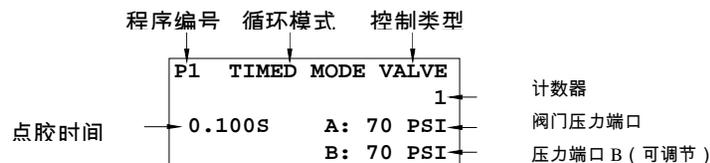

图 3.0
2. 按“电源”按钮 (1) 启动设备。
4. 同时按“模式”按钮 (2) 和“设置”按钮 (3)，直到显示屏的右上角出现“VALVE” (阀门)，如图 3.0 所示。